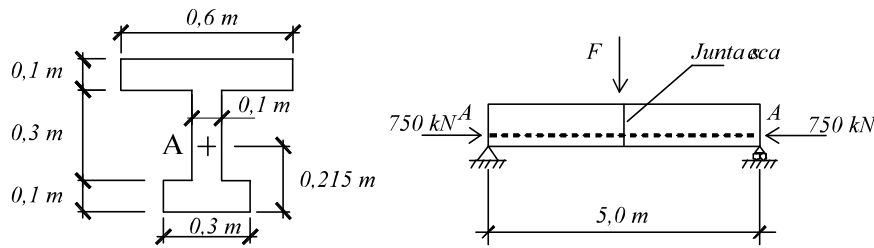

Figura 8
8) La viga de la figura 8 se construye mediante la unión de dos mitades exactamente iguales a través de una junta seca (sin pegamento). Por ello, la sección central es incapaz de resistir tensiones de tracción. Para que la estructura pueda resistir la carga puntual F actuante en centro de vano, es necesario aplicar una fuerza puntual horizontal excéntrica como se indica en la figura, al nivel de la fibra denominada A en la sección transversal. Se pide: